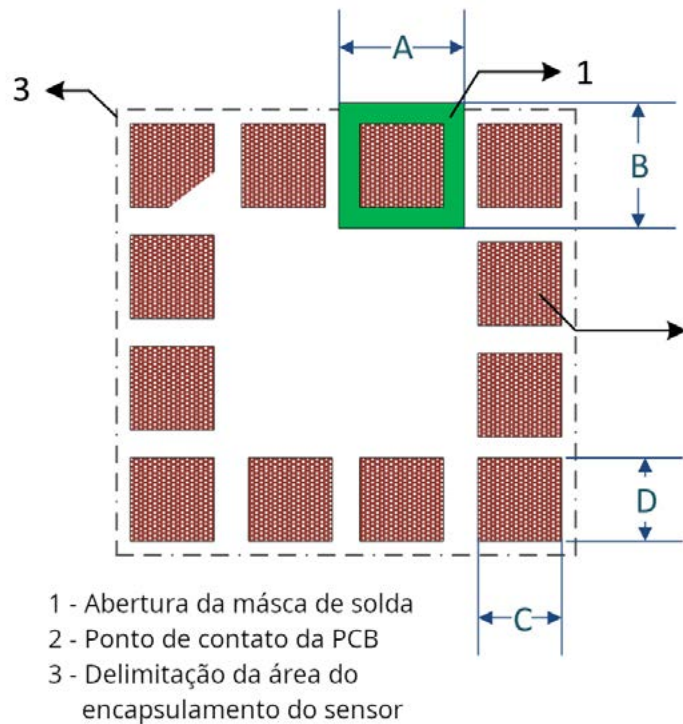

Figura 2 – Detalhes e recomendações da geometria e dimensões dos pontos de contato da PCB e máscara de solda para encapsulamento LGA
- A abertura da máscara de solda externa à área do PCB é altamente recomendada, de acordo com a figura 2.
Conforme podemos ver na figura 2, dividimos o funcionamento do circuito em quatro etapas indicados pelos números de 1 a 4 e as linhas pintadas em verde mostram a circulação de corrente pelos MOSFETs, diodos internos e circuito tanque LLC. Explicarei cada etapa: